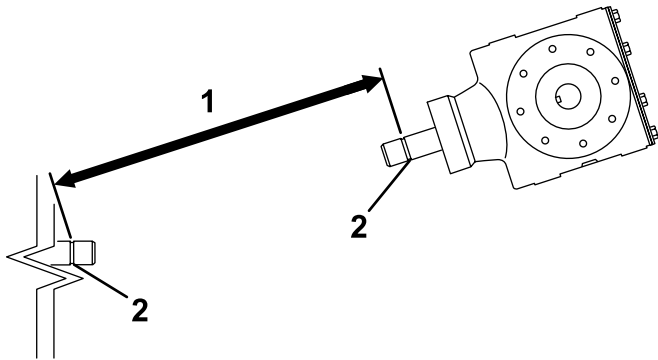
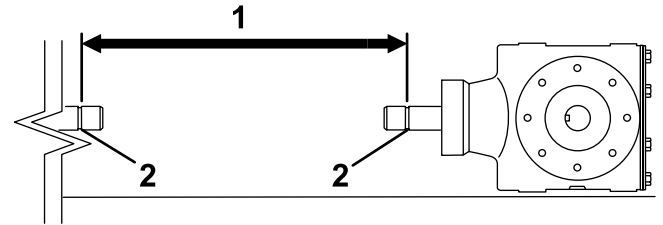
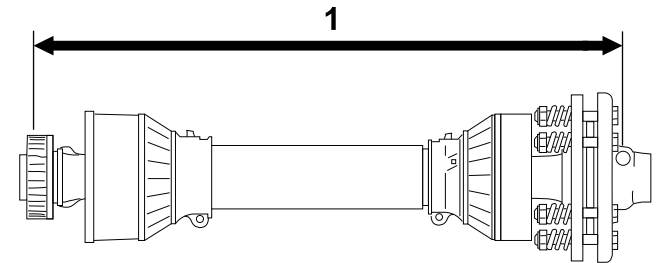

图12
图14
图15
3. 测量从主机 PTO 轴端部锁槽到打孔机齿轮箱轴锁槽之间的距离图12。
5. 测量从主机 PTO 轴端部锁槽到打孔机齿轮箱轴锁槽之间的距离图14。
6. 测量从 PTO 轴一端锁定销球的中心到另一端锁定销球中心的距离图15。
7. 使用图14和图12中的2个测量值中较小的一个用图15中的距离减去此距离。示例81cm 减去 67cm 等于 14cm。